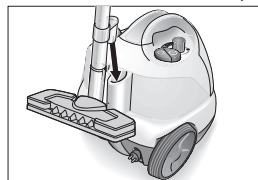

Рис. 9: Позиция парковки
- При небольшом перерыве в работе удлинительная трубка с присоединенной форсункой может быть поставлена в позицию парковки (см. рис. 9).